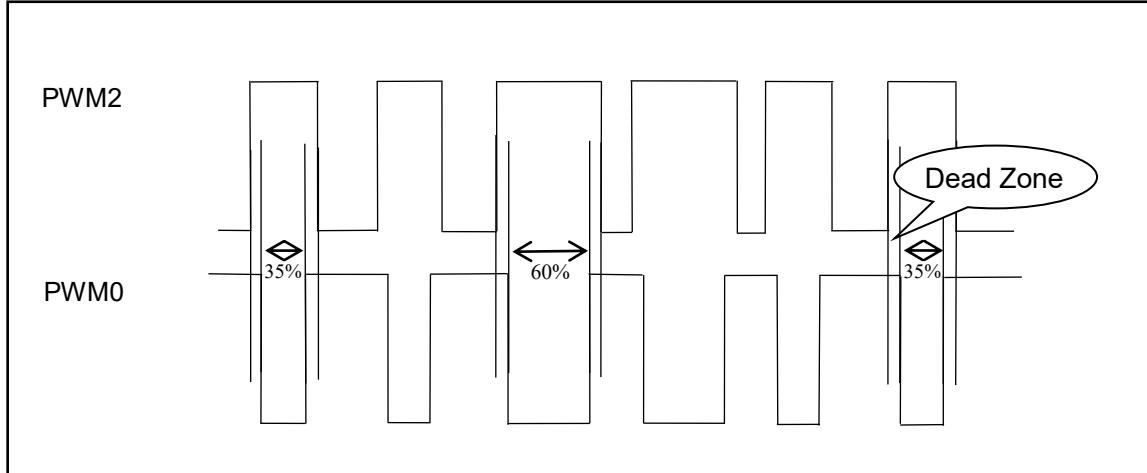

图 18：两路互补 PWM 波形
2. 切换占空比时对应的 PWM0/PWM2 波形如图 18。